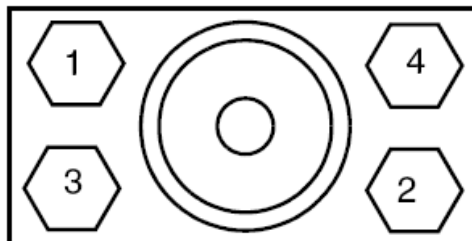

Рис. 45. Последовательность затяжки болтов соединителя
6. Затяните два болта соединителя пошагово с моментом от 1,4 Н·м до 2,8 Н·м в соответствии с последовательностью, показанной на рис.45.
6. Затяните все болты соединителя пошагово с моментом от 1,4 Н·м до 2,8 Н·м в соответствии с последовательностью, показанной на рис.45.